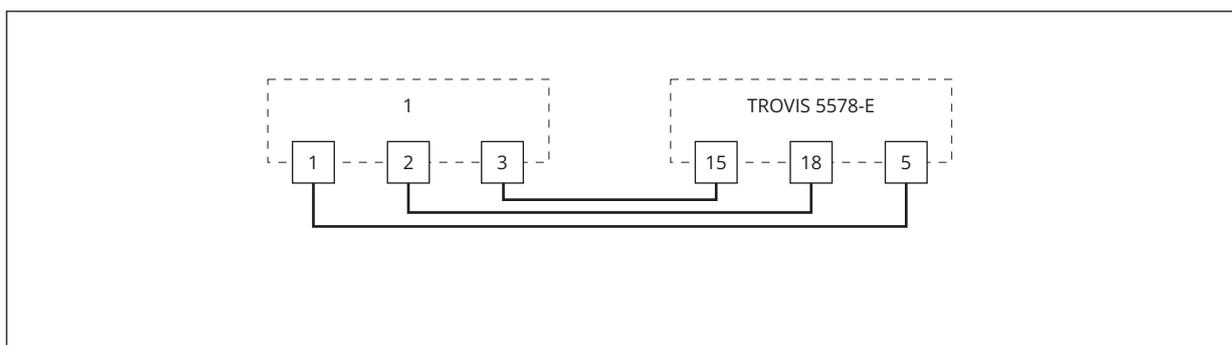
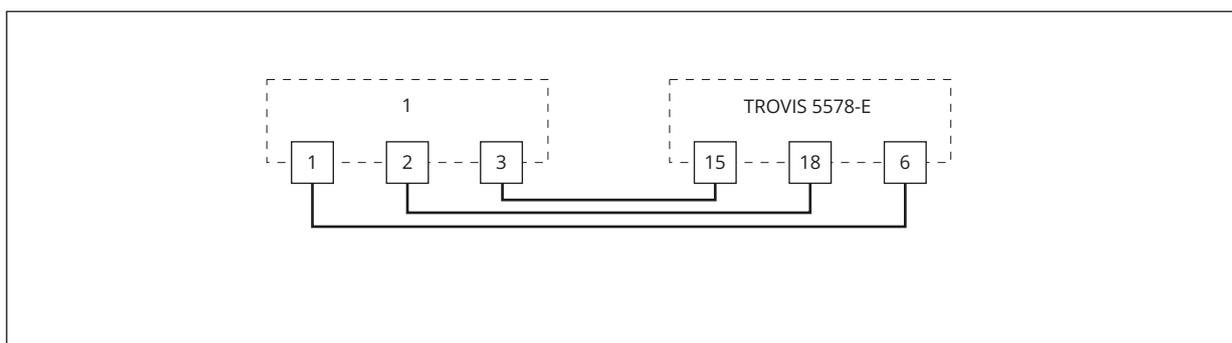
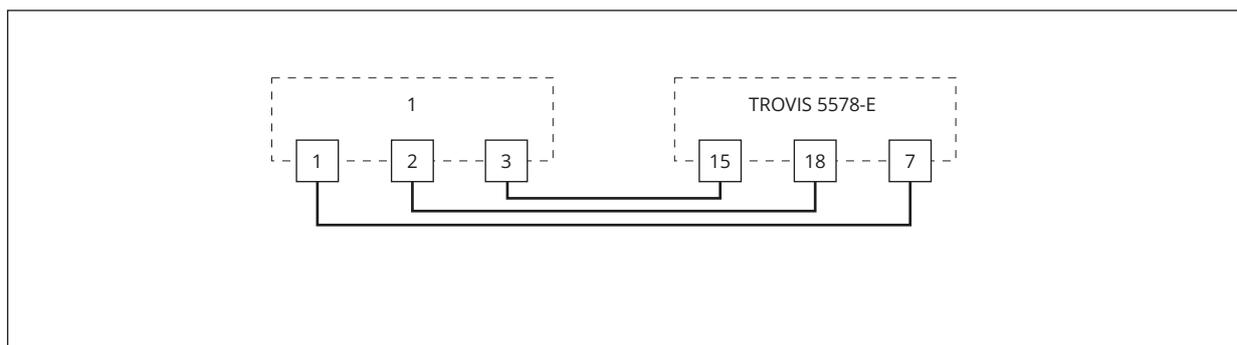

Fig. 5: Collegamento di un pannello di controllo per RK1
Fig. 6: Collegamento di un pannello di controllo per RK2
Fig. 7: Collegamento di un pannello di controllo per RK3
- ⇒ Eseguire il collegamento elettrico secondo Fig. 5, Fig. 6 e Fig. 7.